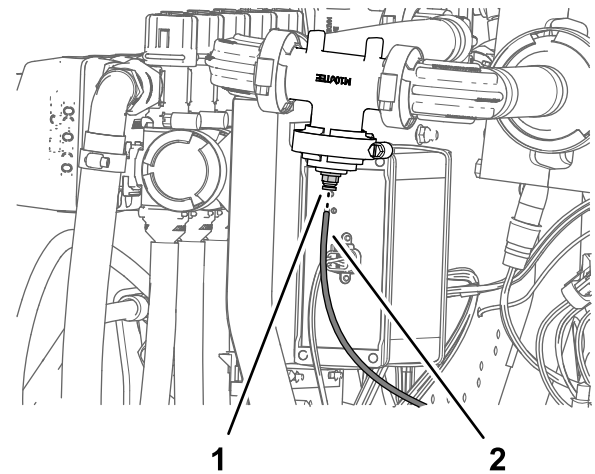

Figura 134
1. Alinee el extremo del tubo del sensor de presión (plástico) del indicador de presión del salpicadero con el anillo de bloqueo del acoplamiento del tubo (Figura 134).
2. Inserte el tubo del sensor en el anillo de bloqueo hasta que el tubo esté correctamente asentado (Figura 134).